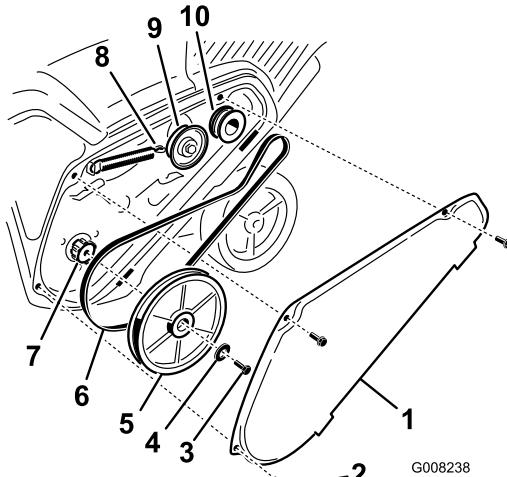

Figure 36
1. Enlevez le couvercle de la courroie d'entraînement après avoir retiré les 3 boulons comme montré à la Figure 36.
2. Décrochez le ressort de frein du bras de la poulie de tension pour détendre la courroie (Figure 36).
3. Enlevez la vis et la rondelle bombée qui retiennent la poulie de rotor (Figure 36).
4. Retirez la poulie de rotor et la courroie d'entraînement (Figure 36).
Remarque: Acheminez la courroie neuve autour de la poulie du moteur, puis de la poulie de tension, et enfin autour de la poulie de rotor desserrée, située juste au-dessus de l'arbre de rotor (Figure 36).
6. Montez la poulie de rotor sur l'arbre de rotor (Figure 36).
7. Montez la rondelle bombée et le boulon de fixation de la poulie de rotor, et serrez-les solidement (Figure 36).